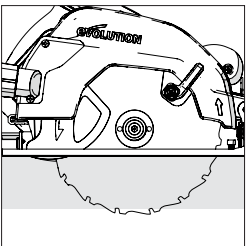

Fig. 12
- În majoritatea cazurilor, adâncimea de tăiere trebuie setată la grosimea materialului ce se va tăia, plus adâncimea a jumătate dintr-un dinte de disc (de la vârful dintelui până la rădăcina sa). (Fig. 12)